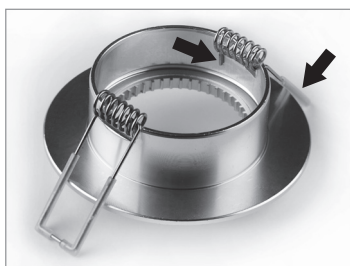

Рис.1
3.4.4. Если в комплекте светильника «ушки держатели» идут отдельно, то необходимо прикрепить их так, чтобы «хвост» пружины остался с одной стороны, а сам крепежный элемент с другой от корпуса светильника (рис.1).